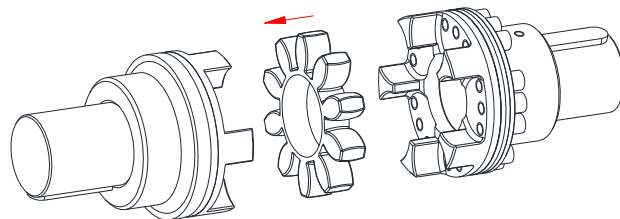

Fig. 19 : Montage de l'anneau
- Insérer l'anneau dans les doigts du moyeu (voir Fig. 19).